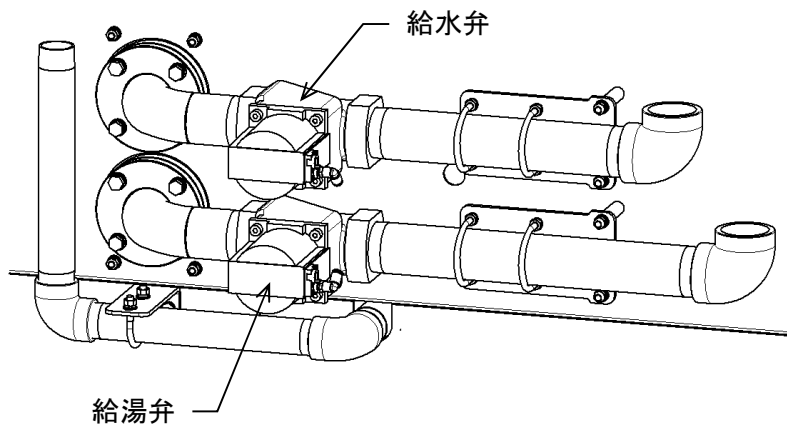

図 8-21
- ・ ⑮ボルト(M8)を緩めて②排水弁フタを⑬エアシリンダの付いたまま取り外します。
- ・ ⑯ナット(M10)を緩めて弁部をシリンダーシャフトから取り外します。
- ・ ④弁座金と③弁取付金具を取り外します。Oリングは付けたままにしておきます。
- ・ ⑧弁上板と⑨弁下板を取り外します。
- ・ ⑩排水弁を新しい物と取り替えた後、逆の手順で組み付けます。
8. 3.13 給水・給湯弁 (図 8-21)